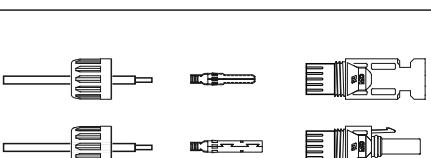

图3.18 拆卸连接器盖螺母
1. 剥去直流线缆约7毫米,拆下连接器盖螺母。(见图3.18)